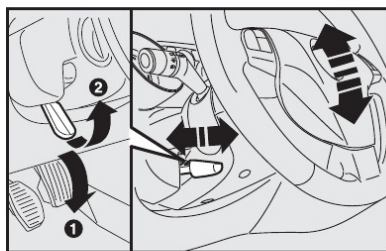

fig. 12
##### VOLANTE - fig. 12
- 1) deslocar a alavanca A para a posição 1-fig. 12;